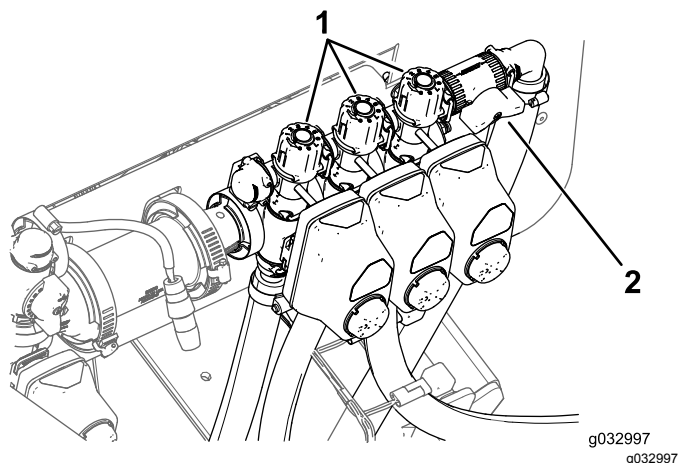

Figura 47
- Desligue a rampa esquerda e ajuste o manípulo de distribuição da rampa (Figura 47) até que a leitura da taxa se encontre no nível anterior de acordo com a tabela.
- Ajuste o manípulo de distribuição da rampa central (Figura 47) até que a leitura da taxa se encontre no nível anterior de acordo com a tabela.
- Ajuste o manípulo de distribuição da rampa direita (Figura 47) até que a leitura da taxa se